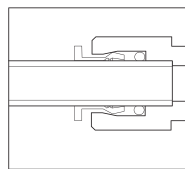

Fig.2
- ▶ Убедитесь, что трубопровод вставлен полностью (Рис. 2).